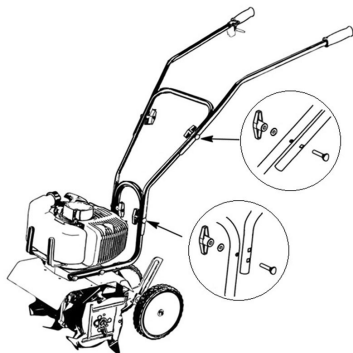

Рис. 8 Установка ручек управления
5. Установите ручки управления как показано на Рис. 8. Для этого используйте четыре барашковые гайки, четыре крепежных болта и четыре выгнутые шайбы из комплекта крепежа мотокультиватора. НЕ допускайте чрезмерного затягивания барашковых гаек.